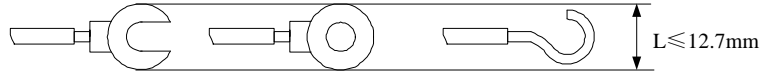

图3-7 线鼻子宽度
3. 控制系统电源需要用户提供 380V/50Hz 的电源，为了保证在预充电过程中系统能够可靠的工作，请确保用户侧提供的控制电源的容量满足表 3-1 中的推荐容量。电缆线径至少为  $8\text{mm}^2$ ，推荐典型值  $10\text{mm}^2$ 。线鼻子的宽度 L 不能大于 12.7mm，如图 3-7 所示。